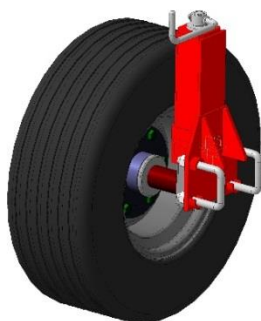

Рисунок 4 – Колесо копирующее
3.6 На крыльях культиватора установлены копирующие колёса (рис.4), обеспечивающие с помощью винтового механизма плавную регулировку глубины обработки для крыльев.
- на крыльях – винтами копирующих колёс (см. рис. 4) .